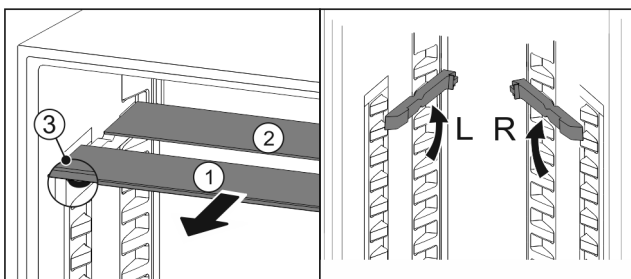

Fig. 173
- ▶ По одной извлеките Fig. 173 (1) стеклянные панели движением вперед.
- ▷ Стеклянная панель Fig. 173 (1) с декоративной планкой лежит спереди.
- ▷ Стопоры Fig. 173 (3) показывают вниз.